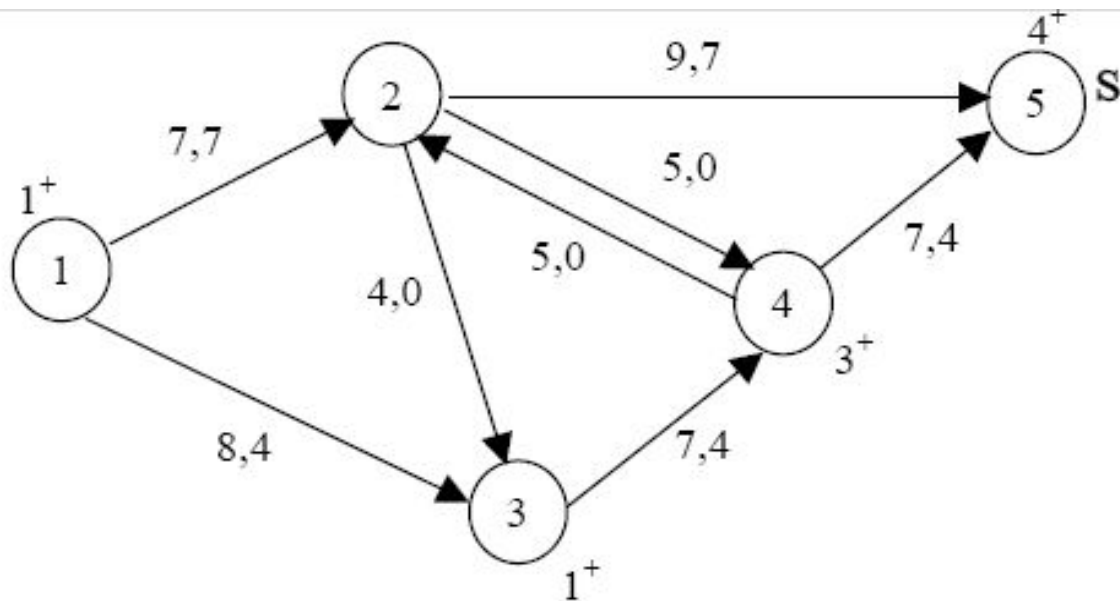

Рис. 2.14
5. Вдоль дуг увеличивающего пути P_2 (рис. 2.14) изменяем поток $Z_1 = 7$ ($\text{м}^3/\text{ч}$) на величину $\varepsilon = \min \{\varepsilon_1, \varepsilon_2\} = \min \{6, 4\} = 4$ и получаем новый поток $Z_2 = Z_1 + \varepsilon = 7 + 4 = 11$ ($\text{м}^3/\text{ч}$), такой что